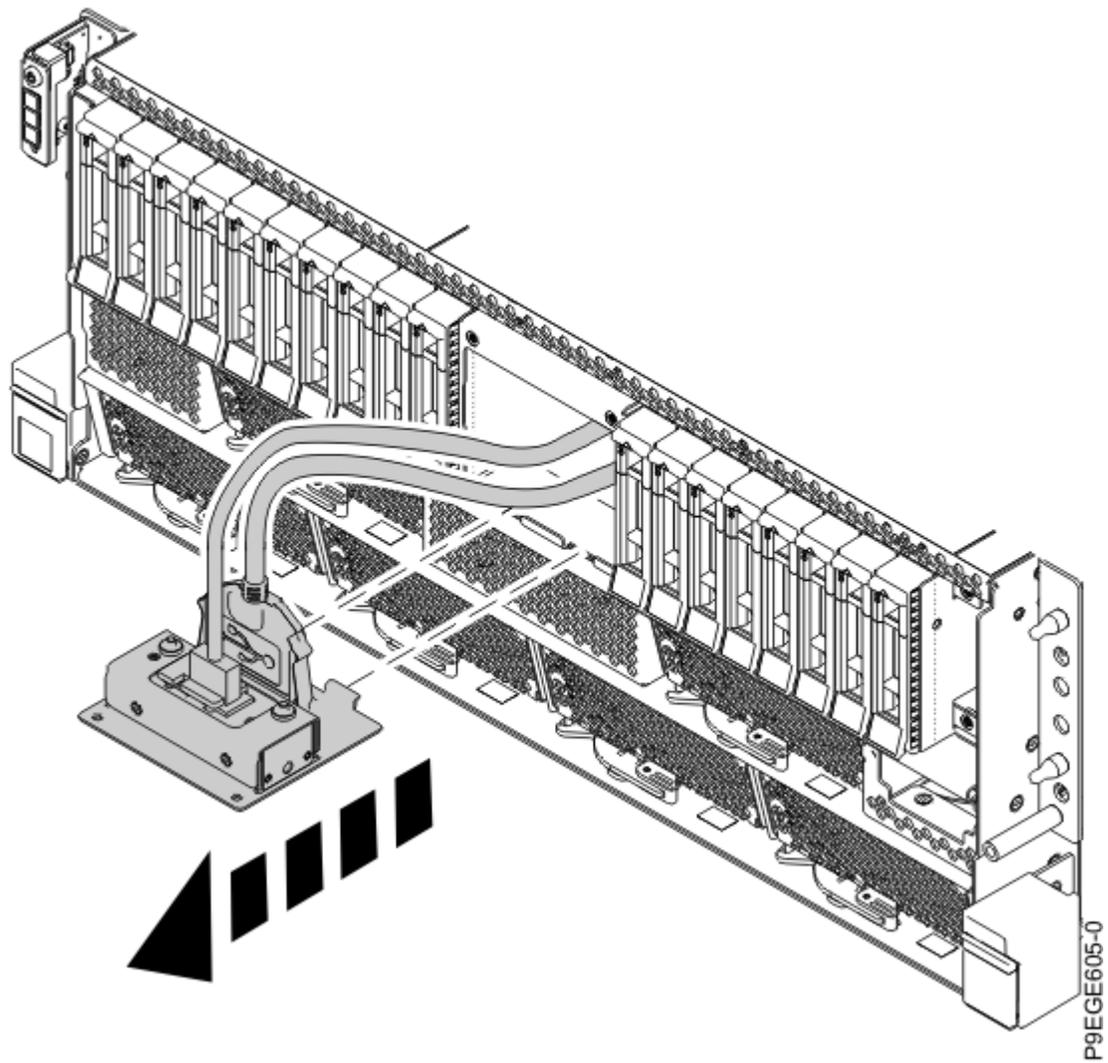

Abbildung 115. Steuerkonsolenanzeigegehäuse und Kabel aus einem Einschubsystem nehmen
9. Nehmen Sie beim Einschubsystem das Steuerkonsolenanzeigehäuse und das Kabel aus dem System (siehe Abbildung 115 auf Seite 122).